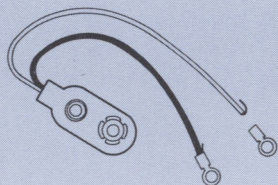

Abb. 1
1. Auf die beiden Drähte des Batterieanschlusses werden Kabelschuhe geschoben und mit einer Zange fest zusammengepreßt (Abb. 1).